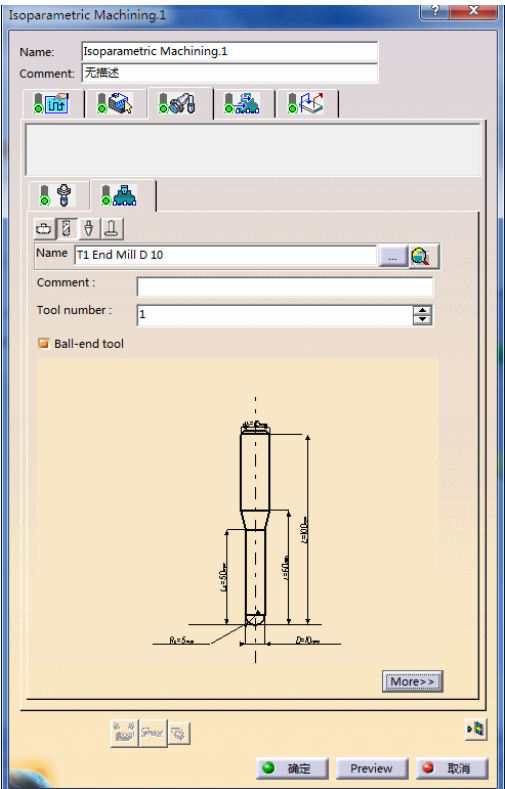

图 4-52 刀具参数选项卡（2）
● 单击“Isoparametric Machining.1”对话框中的，切换到刀具参数选项卡 (2)，在“Name”文本框中输入“T1 End Mill D10”，选中“Ball-end tool”复选框，如图 4-52 所示。